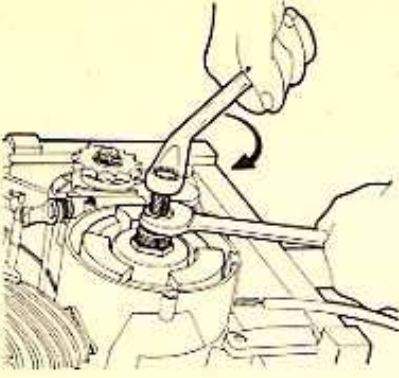

FIG. 10 Estrazione girante volano
- 4) Rimuovere la girante del volano magnete usando l'apposito estrattore (cod. 05.0080.0 per volano DANSI) (cod. 05.0082.0 per volano MOTOPLAT) che dovrà essere avvitato nella sede filettata della girante, quindi tenendo fermo lo stesso con una chiave aperta da 17 o 19 mm, secondo i casi, agire sulla vite centrale con una chiave da 17 mm (fig. 10).